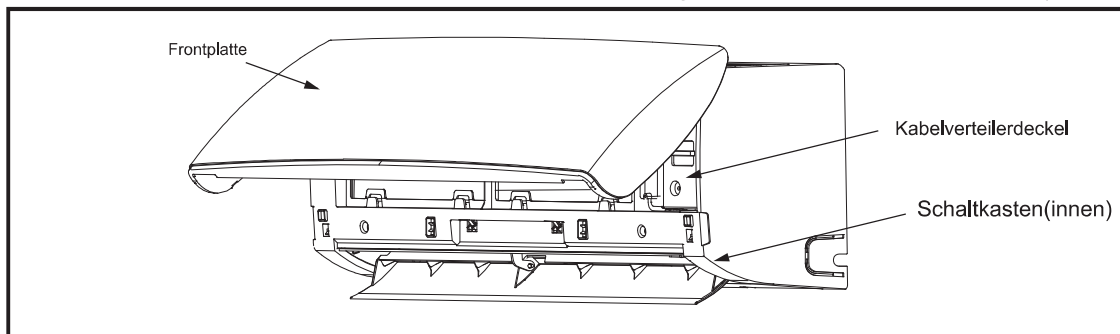
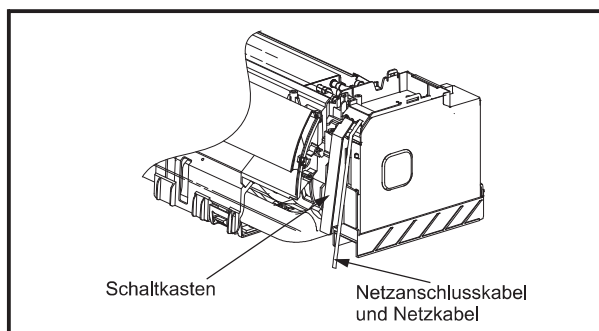

Abb.16
Abb.17
- 6). Öffnen Sie die Frontplatte und den Kabelverteilerdeckel (Abb.16), und führen Sie dann das Netzanschlusskabel und das Netzkabel durch die Führungsschiene des Schaltkastens (Abb.17).